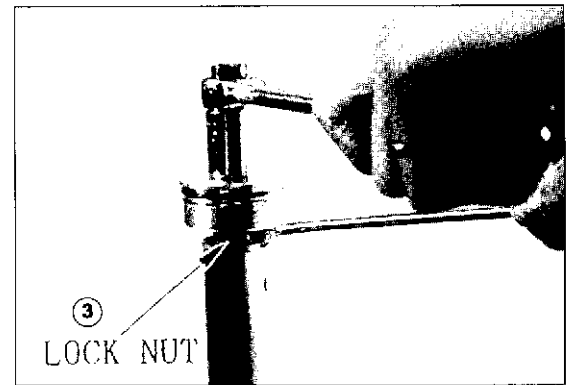
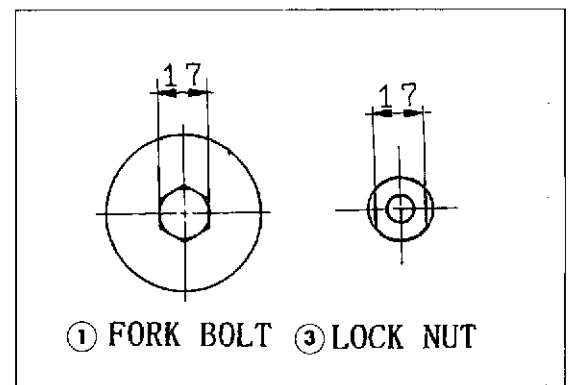

Fig. 1
Fig. 1A
- 2) Destornille la tuerca de bloqueo del tapón superior (Fig. 1). Saque el tapón superior de la varilla del grupo de bombeo (Fig. 1A).